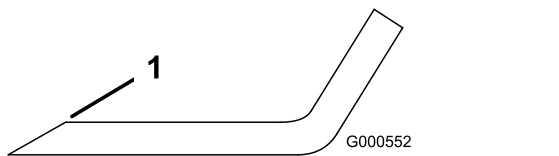

Figura 53
1. Utilice una lima para afilar el filo de corte en ambos extremos de la cuchilla (Figura 53).
**Nota:** Si la cuchilla no está equilibrada, rebaje algo el metal en la parte de la vela solamente con una lima (Figura 53).